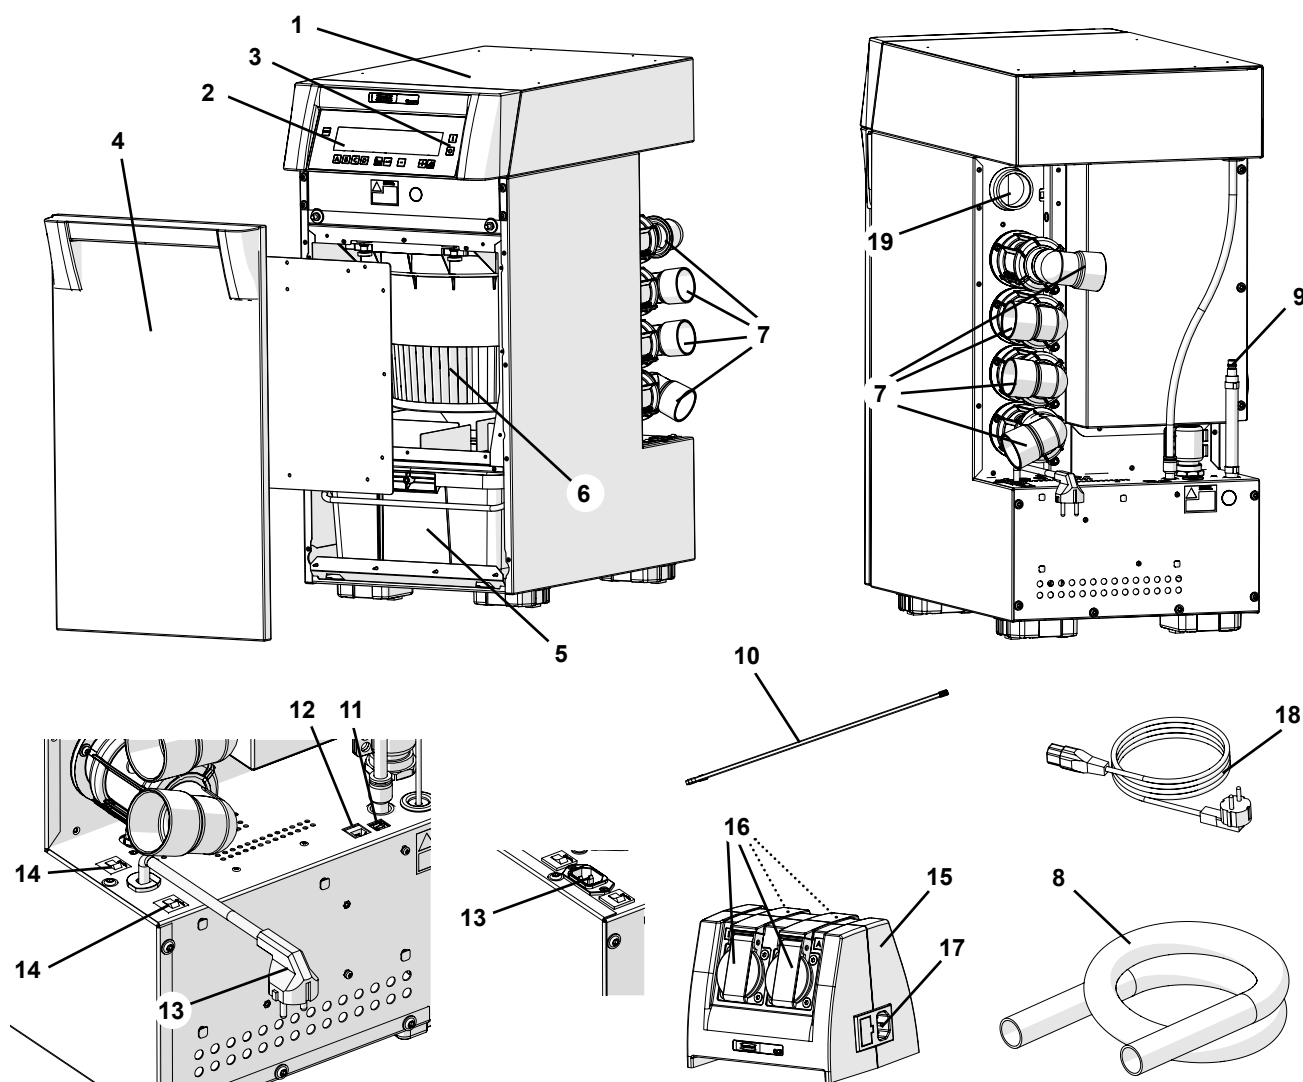

Fig. 1
- ▶ Les connecteurs d'appareil sur le Quattro Control Box (15, Fig. 1) ont été conçus exclusivement pour les fins décrites dans le mode d'emploi. Le branchement d'autres appareils électriques peut entraîner des dommages matériels.
⇒ Brancher le flexible d'air de refroidissement sur le raccord pour l'air de refroidissement (19, Fig. 1).
⇒ Éteindre l'appareil en appuyant sur le commutateur marche / arrêt (3, Fig. 1).
Le tuyau d'alimentation en air comprimé est solidaire de l'appareil (9, Fig. 1).